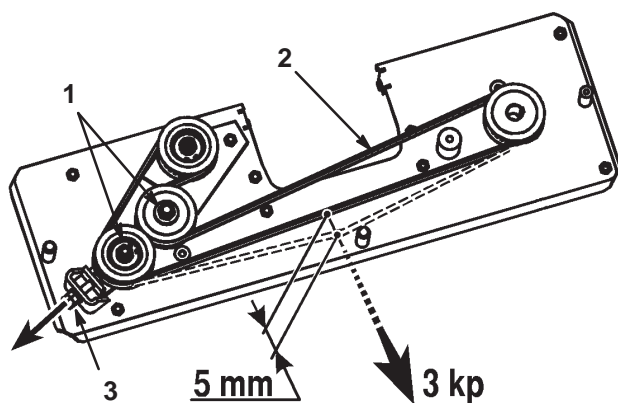

Figure 40
4. Desserrez les deux écrous hex. sur la poulie de tension (Fig. 40).
5. Réglez l'écrou M10 jusqu'à ce que la courroie présente une flèche de 5 mm quand elle est soumise à une force de 3 kp (Fig. 40).